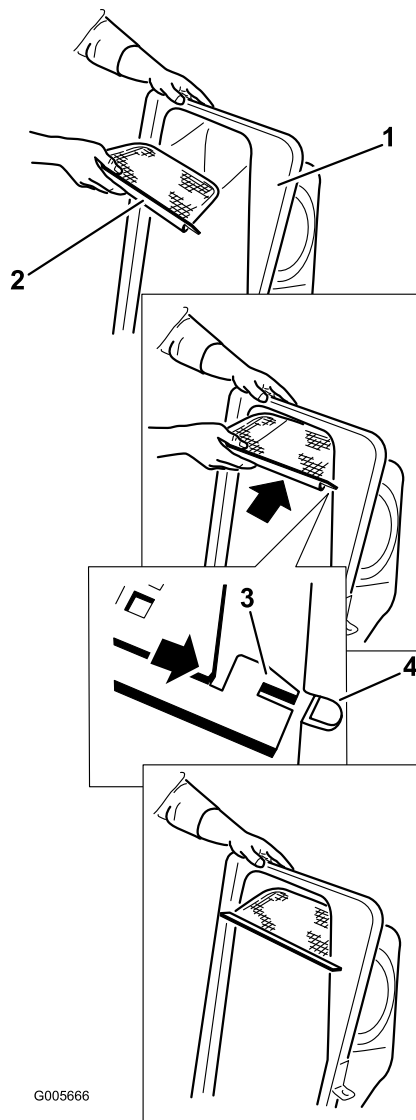

Рисунок 26
2. Установите сетку, как показано на Рисунок 26, таким образом, чтобы она была наклонена вниз к контейнерам для сбора травы.